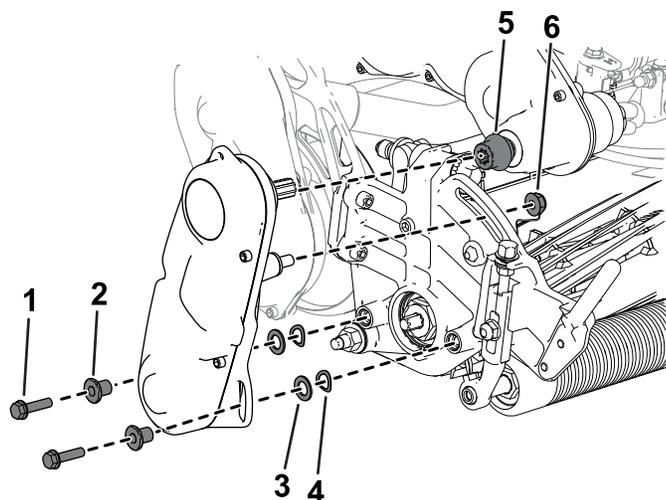

Figure 8
- Montez le coupleur sur l'arbre de transmission (Figure 8).
5. Utilisez les fixations retirées précédemment pour monter l'entraînement du cylindre sur l'unité de coupe (Figure 8).
6. Vérifiez que le coupleur (Figure 8) peut facilement se déplacer sur l'arbre de transmission.